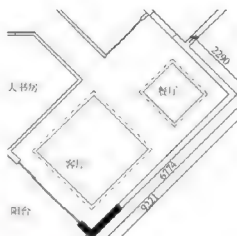

图 8-14
**步骤6:** 将最外围的吊顶线的线型设置为“ACAD\_ISO03W100”, 线型比例设置为“10”, 最终效果如图8-14所示。